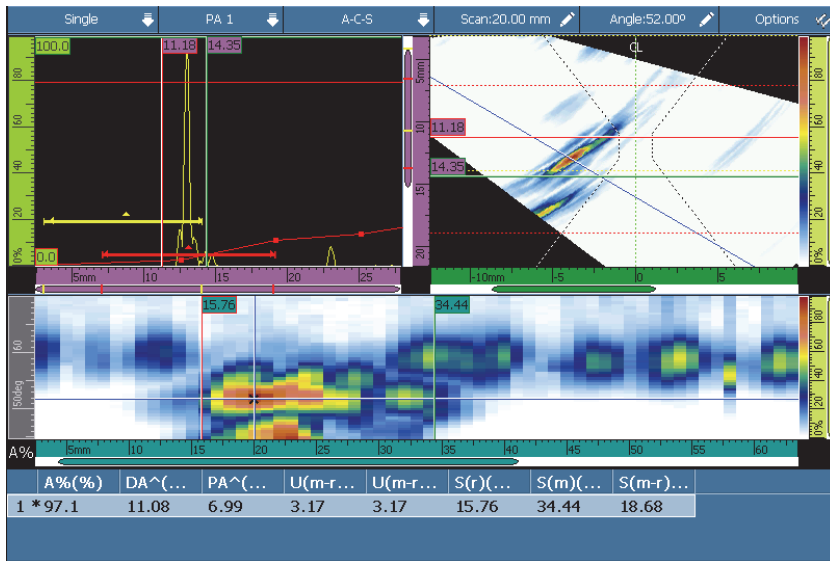

Рис. 6-11 Пример таблицы показаний
1. В меню строки заголовка, выберите **Опции > Табл. показаний** для отображения таблицы показаний в нижней части экрана данных (см. Рис. 6-11 на стр. 191).